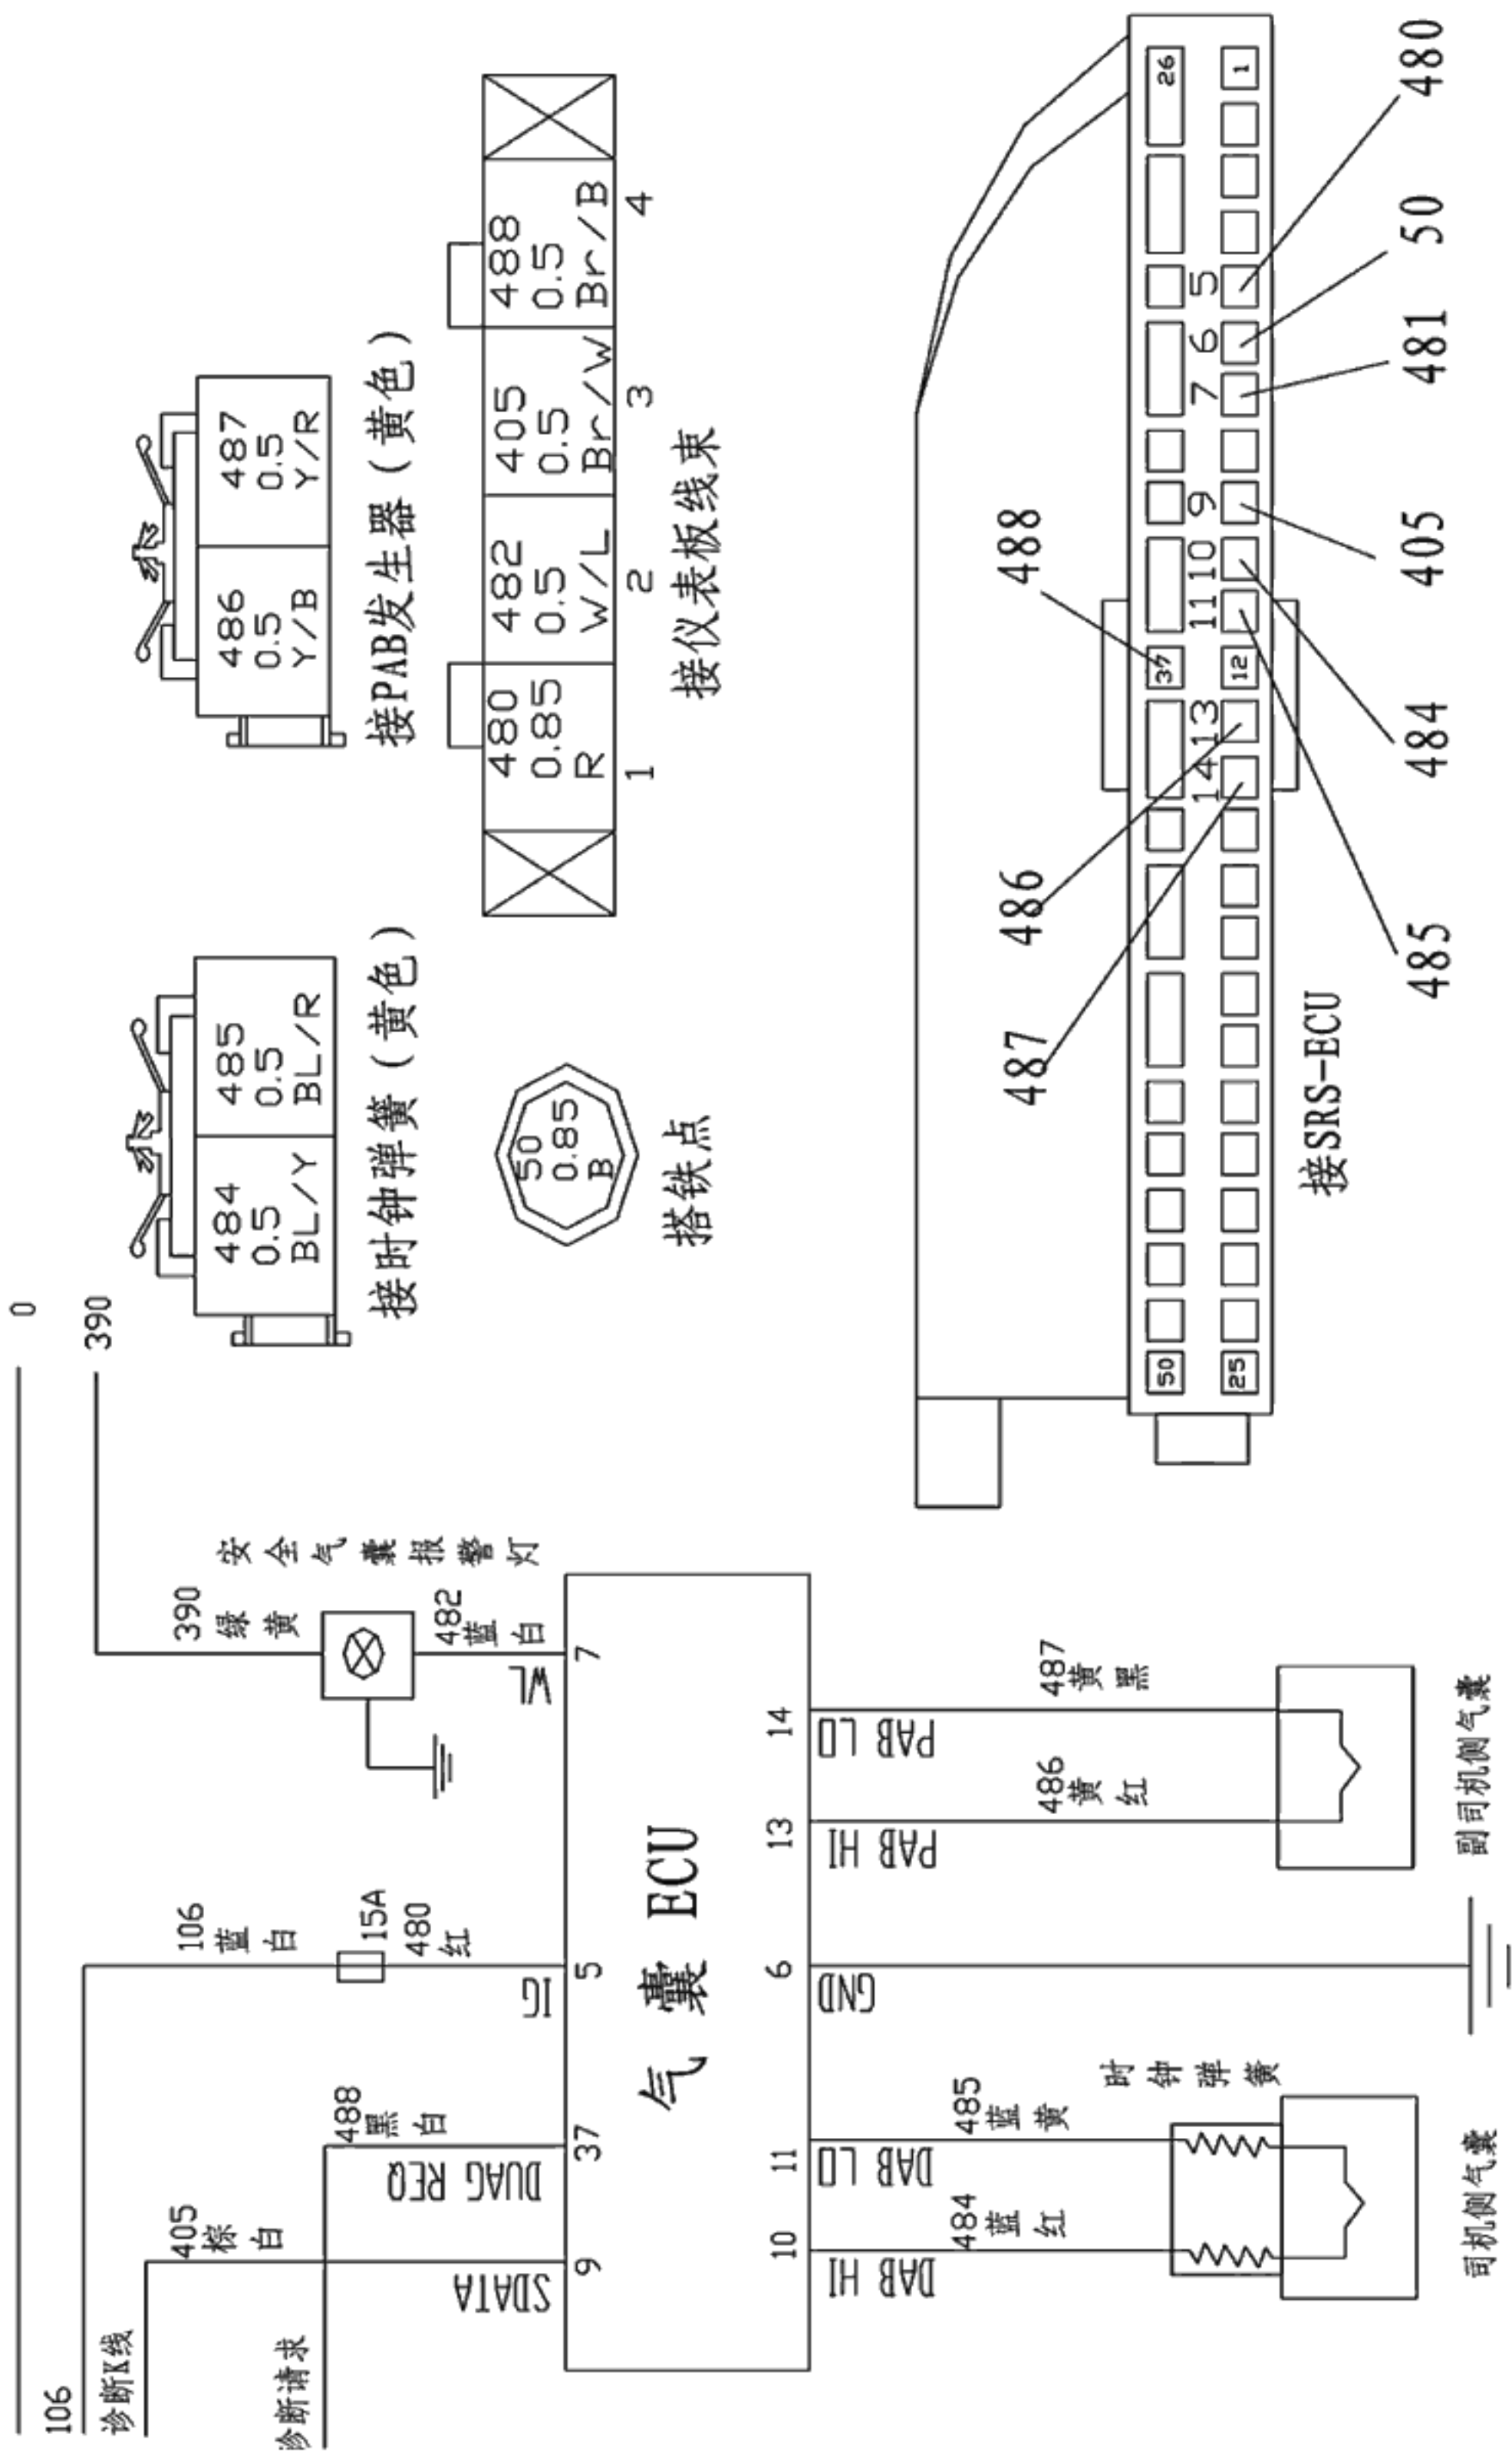

图1 安全气囊原理图和接插件定义
- 4. 安全气囊电气原理图和接插件定义见图1，SRS-ECU针脚定义见表1，安全气囊故障指示灯在组合仪表中的位置和形状见图2。